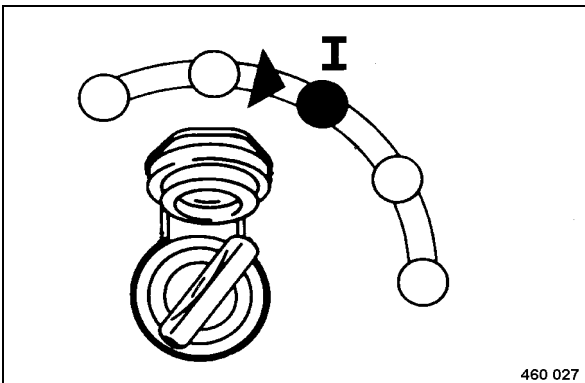

Fig. 78
- Tourner l'interrupteur de démarrage sur position "I" (Fig. 78).